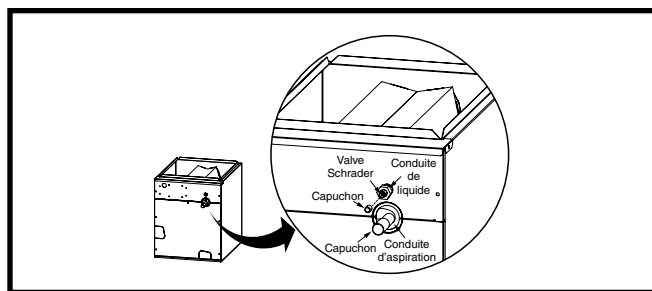

Figure 1. Emplacement des conduites de suction et de liquide
- Retirez le capuchon du bout de la conduite de liquide. Voyez la Figure 1.